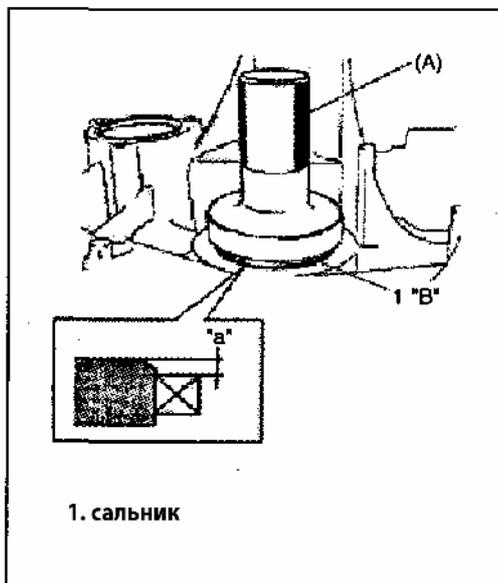

Рис. 399
"а": 1.0-1.5 мм (Рис. 399)
- 1) Установите сальник левого корпуса при помощи специального инструмента и молотка до выравнивания сальника с корпусом, нанесите смазочный материал на крышку сальника (Рис. 399).